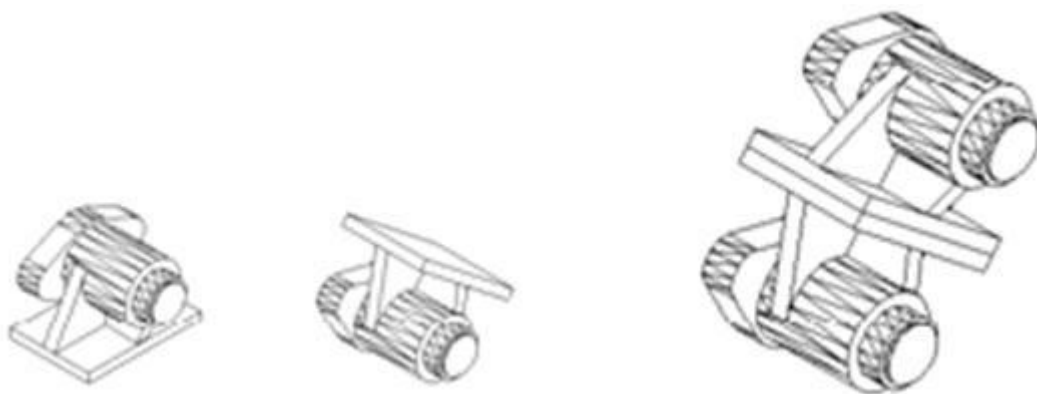

图 11-3 三维图形的对齐
选择“修改”|“三维操作”|“对齐”命令(ALIGN),可以对齐对象。首先选择源对象,在命令行“指定基点或 [复制 (C)]:”提示下输入第 1 个点,在命令行“指定第二个点或 [继续 (C)] <C>:”提示下输入第 2 个点,在命令行“指定第三个点或 [继续 (C)] <C>:”提示下输入第 3 个点,在目标对象同样需要确定 3 对点,与源对象对点对应,如图 11-3。